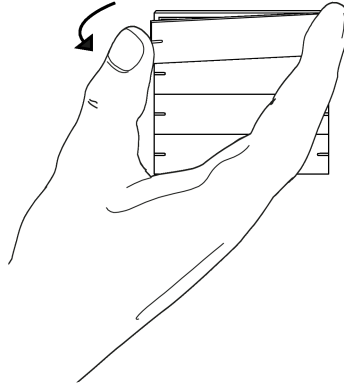

Bild 6: Bedienwippe demontieren
- Bedienwippe durch einseitiges Ziehen vom Tastsensor lösen (siehe Bild 6).